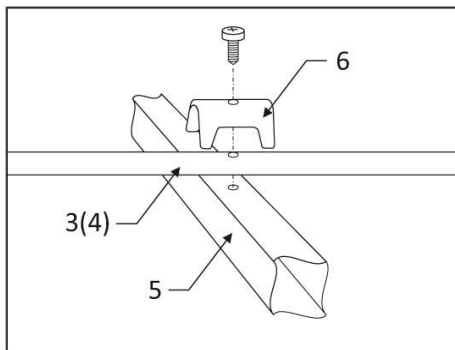

Рис.3 Установка директора и рефлектора на траверсу
3. Установить директор и рефлектор с помощью винтов-саморезов и фиксирующей скобы как показано на рис.3.